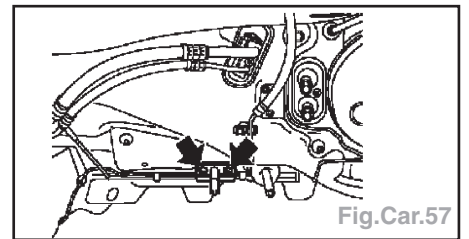

Fig.Car.57
- Dévisser l'écoulement de l'eau condensée du tablier (Fig.Car.57).